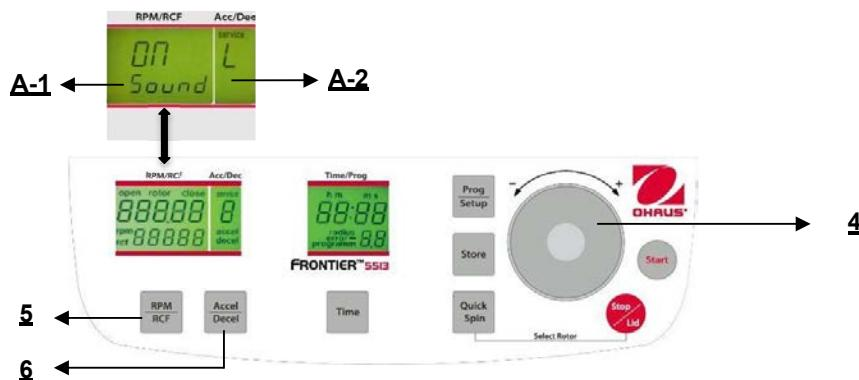

Figura. 30
Procedere come descritto al punto 4.1.2 per inserire questa modalità programma e poi premere il tasto **"Accel/Decel"** (6). Sul display **"Acc/Dec"** (A-2) lampeggi la parola **"Service"**. Selezionare adesso la lettera **"L"** con la quadrante di regolazione (4). Di conseguenza, compaiono le parole **"On Sound"** sul display **"RPM/RCF"** (A-1). Se adesso si preme il tasto **"RPM/RCF"** (A-1), lampeggi la parola **"On"** e si può disattivare la suoneria, con la quadrante di regolazione(4) (Vedere figura 30).